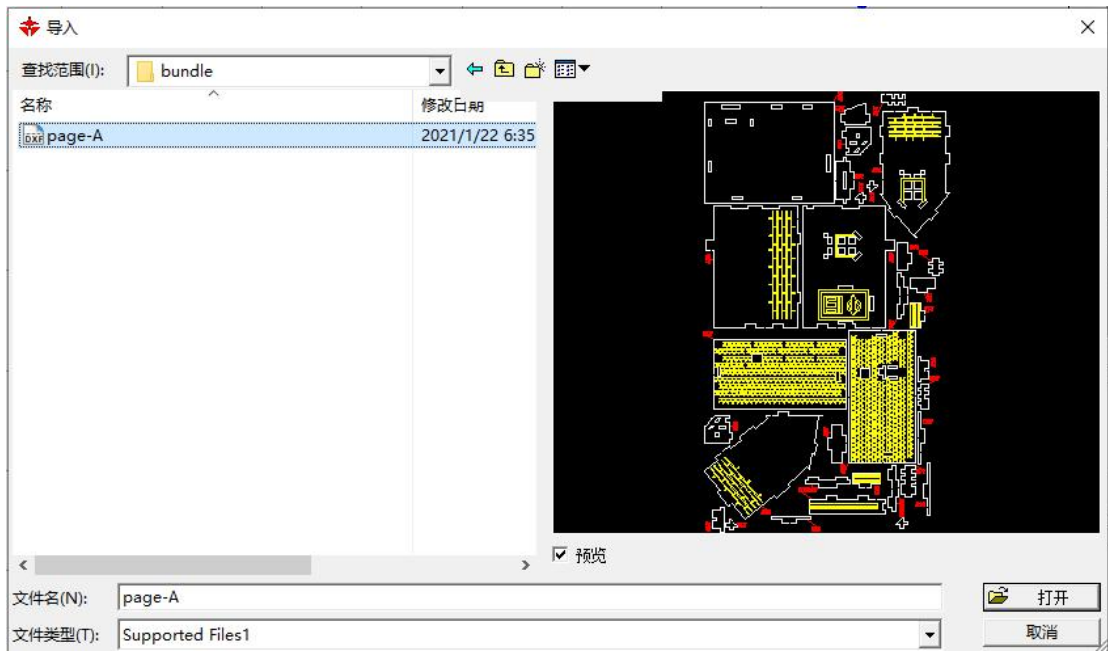

图 9-5
7. 打开切割机软件，导入生成的 DXF 格式图纸。如图 9-5